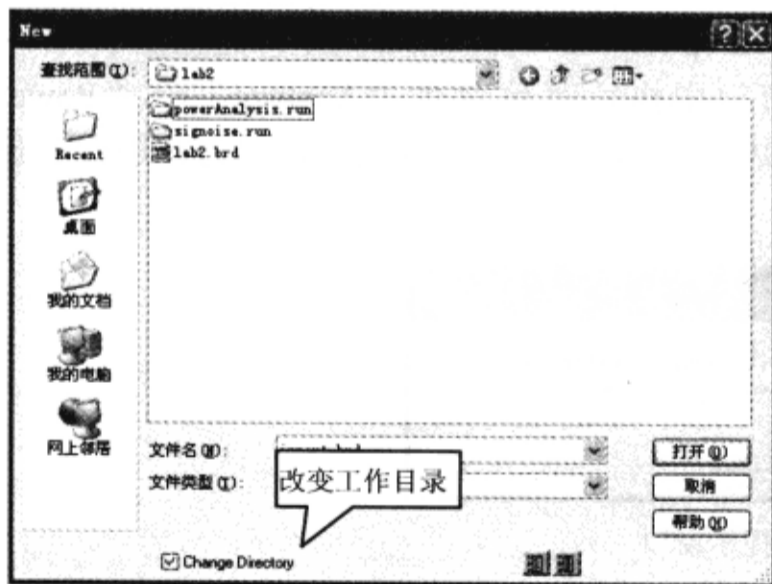
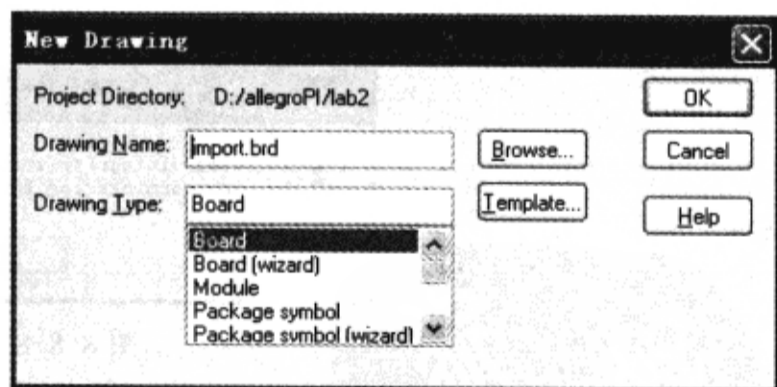

图 8-8-5 改变当前工作目录
图 8-8-6 选择文件类型
(3) 单击“Browse”按钮, 改变当前的工作目录为“D:/allegroPI/lab2”, 在“New”对话框中选中“Change Directory”, 改变当前的工作目录, 如图 8-8-5 所示。
(4) 在“New”对话框中单击“打开”按钮弹出“New Drawing”对话框。
(5) 在“New Drawing”对话框的“Drawing type”栏中选择“Board”, 如图 8-8-6 所示。